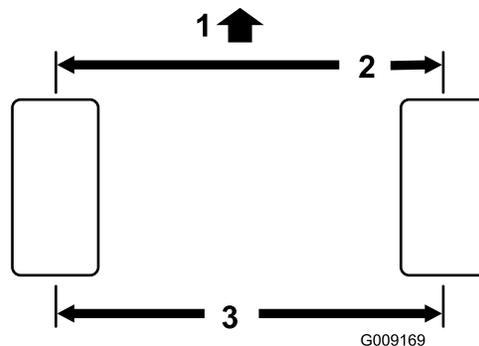

図 57
2. 後輪の前と後ろで、左右のタイヤの中央線間距離を測るアクスルの高さ位置で計測 図 57。